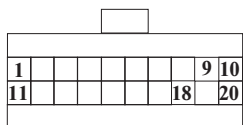

Рис. 5
**Внимание!** Если на автомобиле не установлен иммобилайзер АПС-4, то необходимо ввести переключку между контактами 9 и 18 в разьеме для подключения блока иммобилайзера, расположенного под панелью приборов рядом с контроллером впрыска. Внешний вид разьема приведен на рис. 5.